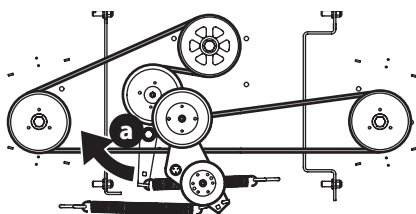

Figura 61
5. Con una llave de 1/2" inserte el extremo en el orificio cuadrado de 1/2" en el montaje de polea loca de la plataforma (a) y rote el montaje de polea loca de la plataforma (a) hacia la derecha (Figura 61). Mientras sostiene el montaje de polea loca (a) de la plataforma, afloje la correa de la plataforma de la polea y deslice la correa lejos de la polea.
6. Coloque la correa nueva (Figura 61). Luego vuelva a instalar la plataforma y la correa de la PTO.